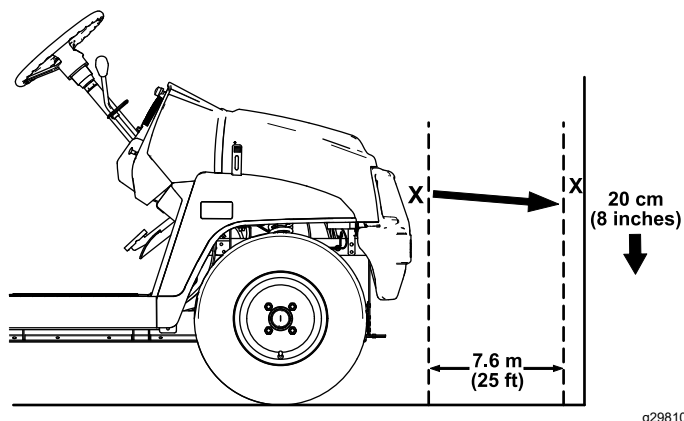

Figura 51
1. Parcheggiate la macchina su terreno pianeggiante con i fari a circa 7,6 m di distanza da una parete (Figura 51).
La parte più luminosa del fascio dei fari deve trovarsi 20 cm sotto il segno tracciato sulla parete (Figura 51).